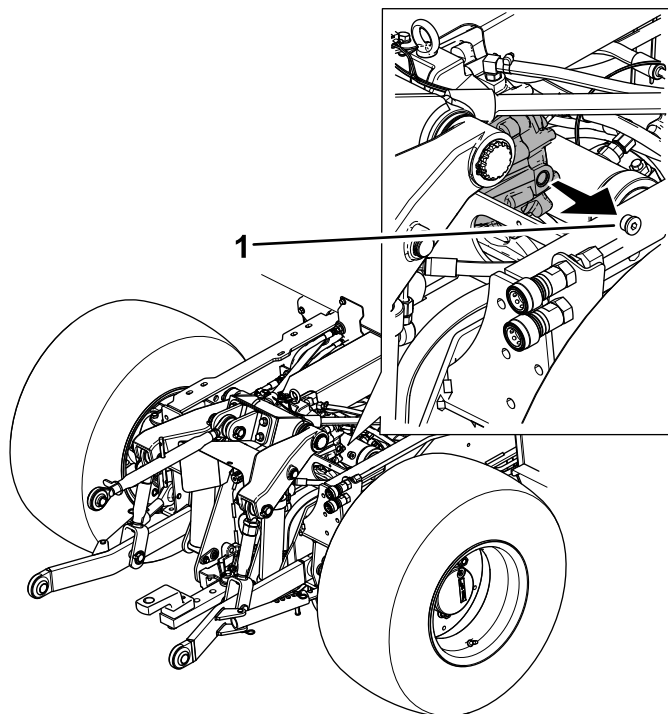

Рисунок 105
2. Отверните пробку смотрового отверстия заднего редуктора механизма отбора мощности (Рисунок 105).